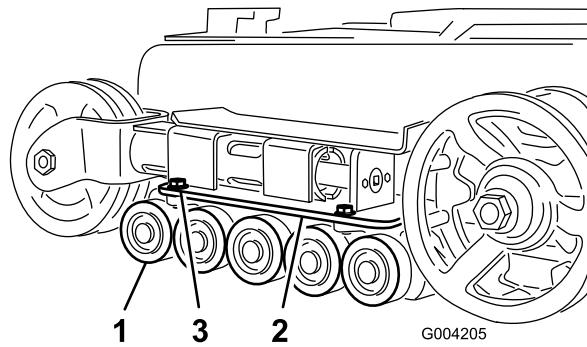

Figura 43
- Retire los 4 pernos que sujetan cada guía de oruga inferior, que contienen las ruedas de rodaje, y retírelas (Figura 43).